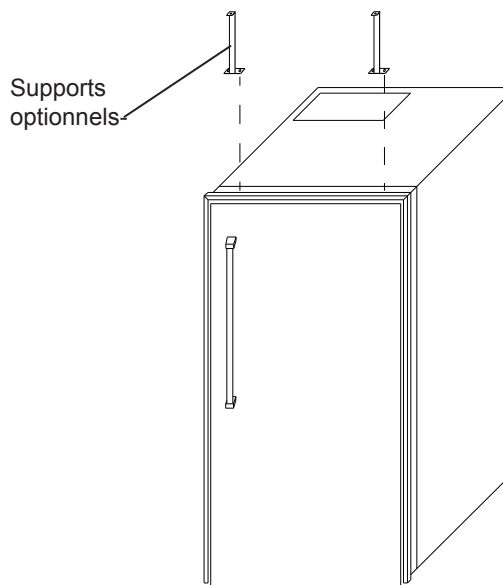

Figure 18 Style 2
1. Utilisez deux vis (référence 91180-000) pour fixer chaque support sur le haut d'armoire. Voyez les Figures 18 et 19.